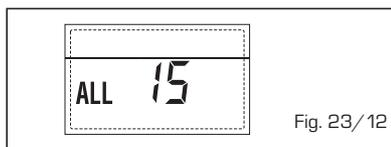

Fig. 23/12
- **ANOMALIE SONDE EXTÉRIEURE "CLIGNOTANTE"** (fig. 23/13)